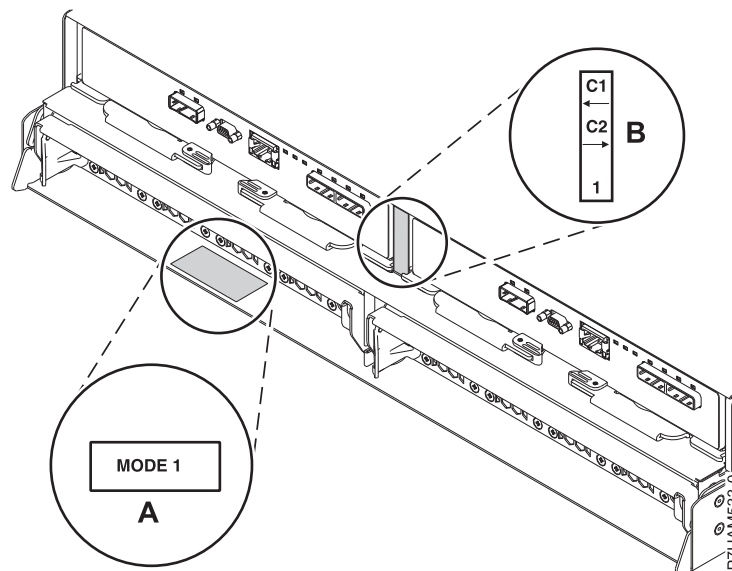

図 11. 5887 ディスク・ドライブ・エンクロージャーの背面のモード・ステッカーの位置
1. 5887 ディスク・ドライブ・エンクロージャーの背面のステッカーに印刷されている情報を使用して、工場出荷時に設定されたエンクロージャーのモードを確認します。ステッカーは、シャーシ (A) の下方左側のシェルフ、およびエンクロージャー・サービス・マネージャー・モジュール (B) の間にある中央の支えに貼られています。ステッカーは、エンクロージャーがモード 1、モード 2、またはモード 4のいずれに設定されているかを示しています。詳しくは、図 11を参照してください。